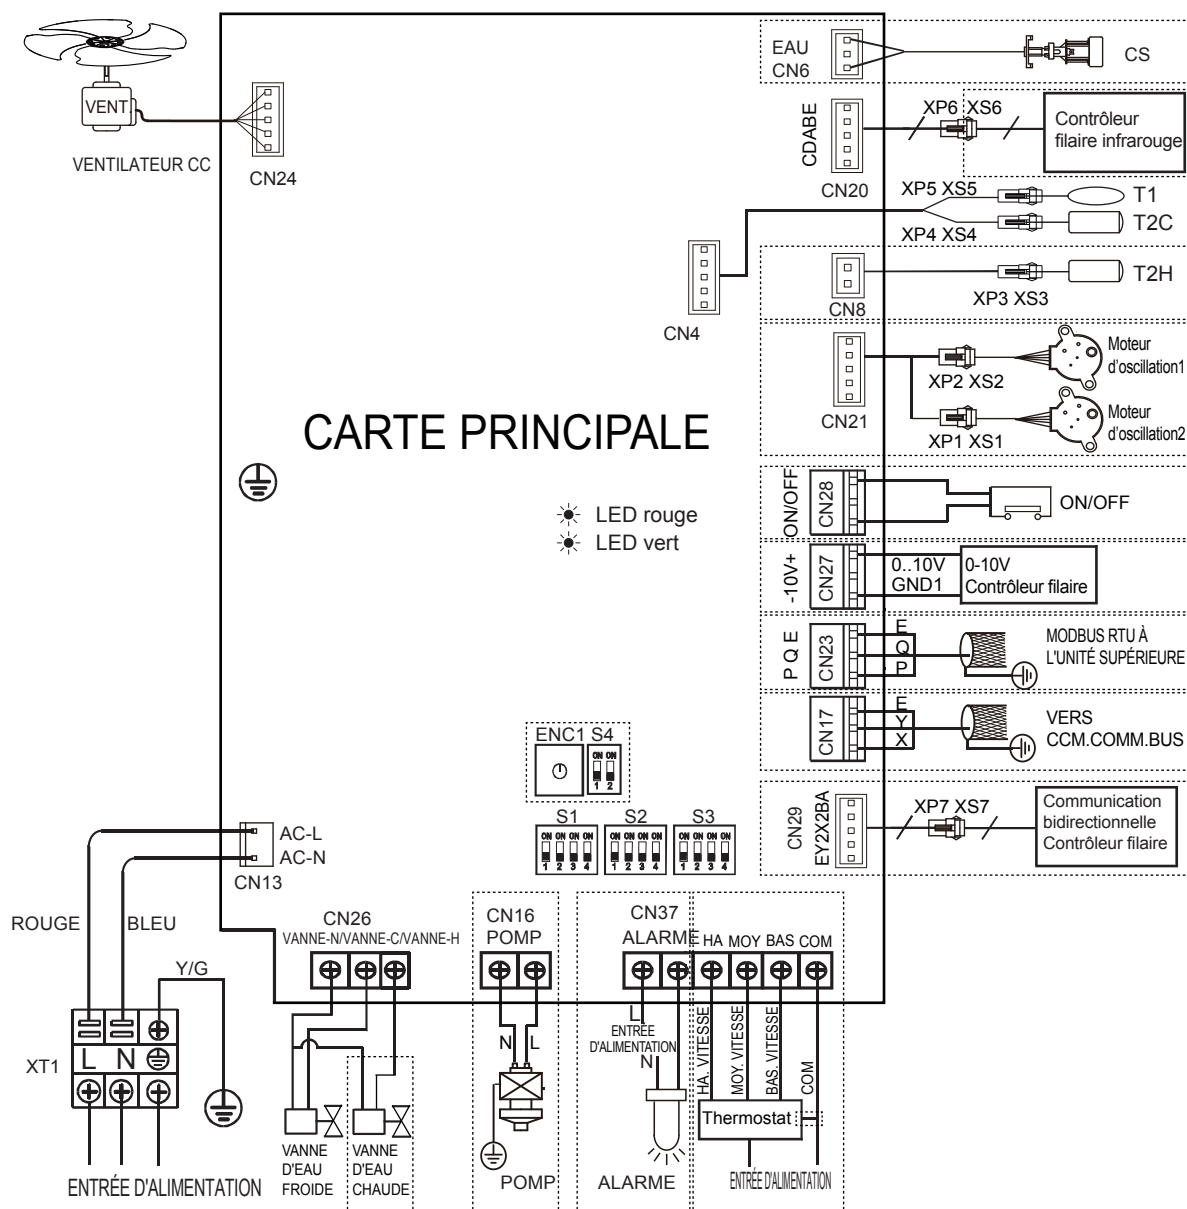
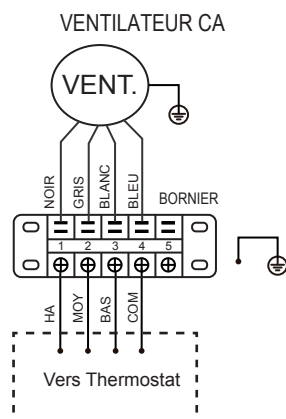

Figure 5-20 Schéma de câblage (I-VM; I-VN)
Figure 5-22 Schéma de câblage (version 3V-VM; 3V-VN)
- Effectuez les connexions électriques conformément à la plaque signalétique de câblage (Figure 5-20 ou Figure 5-22) de l'unité.